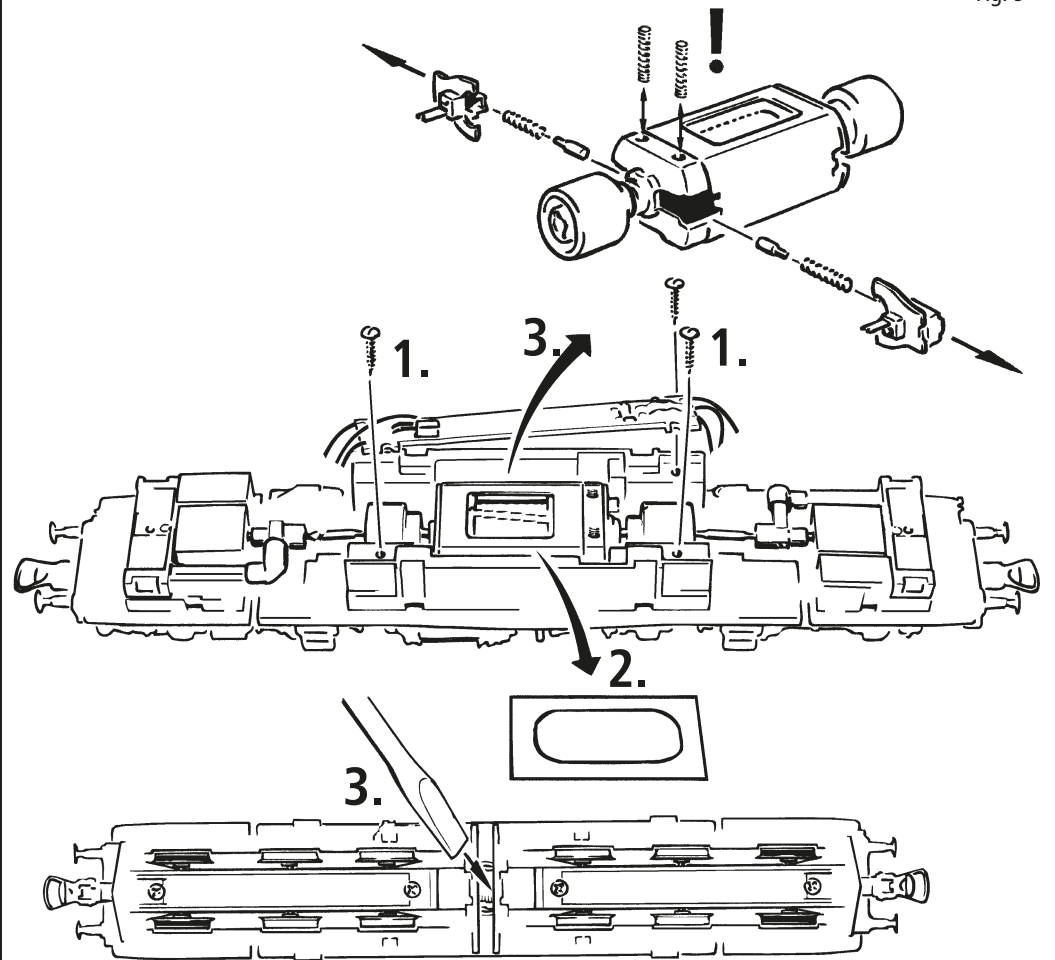

Fig. 7
2. Schmierung: Versehen Sie die im Schmierplan in Fig. 7 gekennzeichneten Stellen mit nur **kleinen Öltropfen**. Dazu zuerst das Lokgehäuse abnehmen (Fig. 5). Wir empfehlen den **ROCO Öler Art.-Nr. 10906**. Fürs Schmieren der Getriebeteile (Zahnräder, Schnecke) empfehlen wir das **ROCO-Spezialfett Art.-Nr. 10905**. Im Falle der Schmierung diese Teile **nicht ölen**.
2. Lubrication: Apply **tiny oil drops** to spots marked in fig. 7. Prior to lubrication dismantle locomotive (fig. 5). We recommend using item no. **10906, Roco oiler**. For lubrication the gearparts (e.g. cogwheels, worm) we would recommend our Roco **special grease** (item no. **10905**).